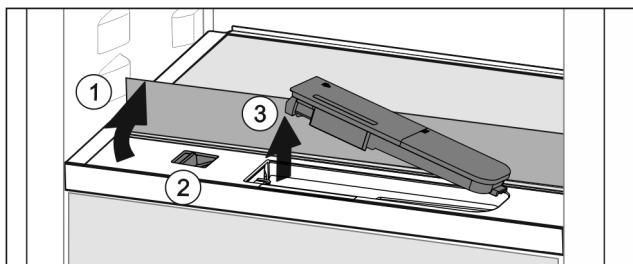

Fig. 104
- ▶ Nadvihnite sklenú dosku a až na doraz ju sklopte dozadu Fig. 104 (1).
- ▶ Potlačte posúvač Fig. 104 (2) doľava.
- ▶ Vyberte nádržku na vodu Fig. 104 (3).